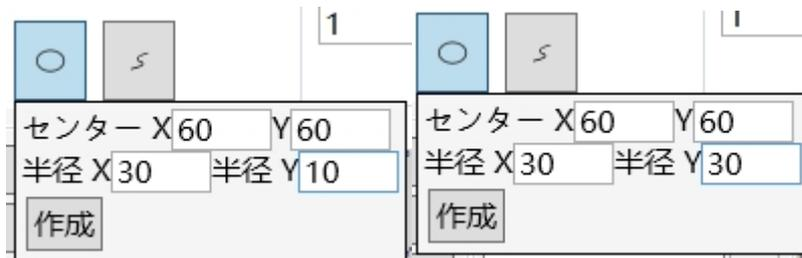
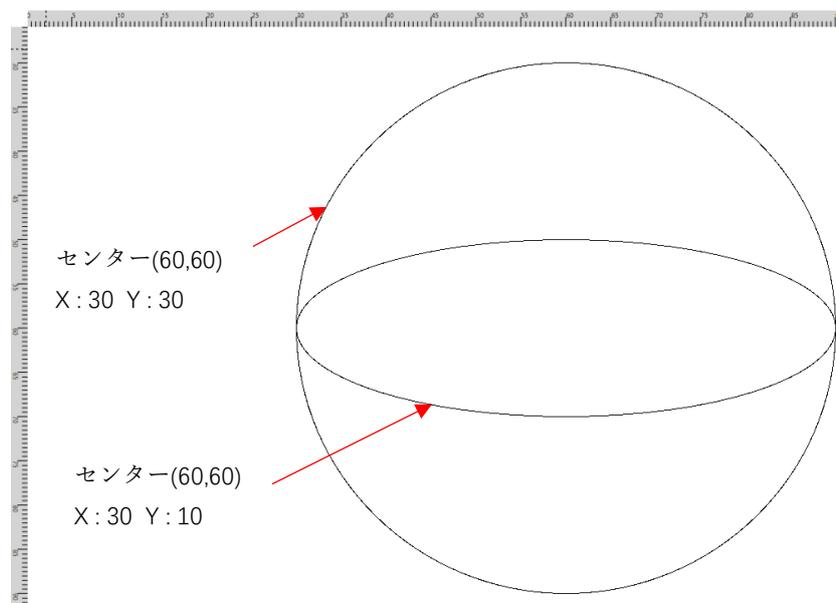

図 4.3.4d 楕円（円形）ポップアップウィンドウ
図 4.3.4e 楕円（円形）作成完了
②マウスを右クリックして座標入力ウィンドウを開き、センターX、Y座標とX半径、Y半径の入力ボックスがポップアップ表示されます。ボックスに座標、X半径、Y半径の値を入力して「作成」をクリックすると、設定されたパラメータ値に従って対応する楕円が作成されます。円形を生成したい場合、X半径とY半径の値が同じであることを確認する必要があります。具体的な操作は図 4.3.4d、図 4.3.4e の通りです。